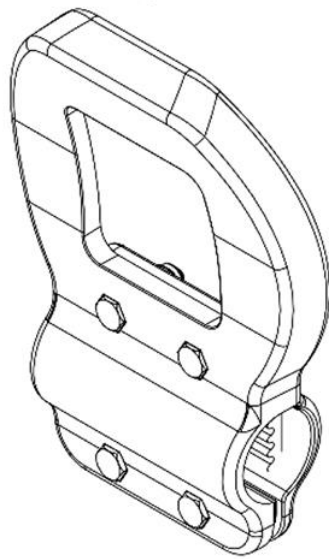

Fig. 3a
- fig. 3a – uchwyt w widoku perspektywicznym z przodu od góry w trzeciej odmianie;